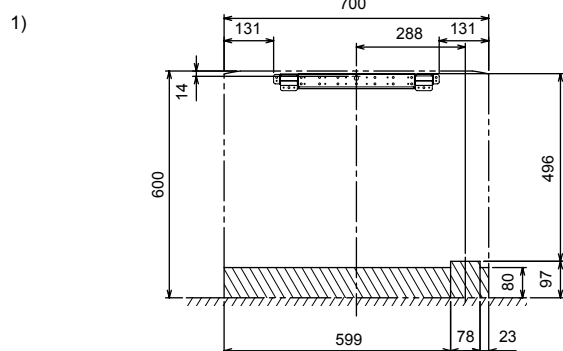

Fig. 3-7
1) Para tubagem posterior ou esquerda-posterior (Fig. 3-7)